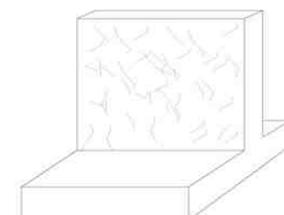

Fig.2: www.es.wikibooks.org
B.1. Proceso cuyo síntoma visible es una fisuración en mapa, que afecta a la superficie del hormigón, preferentemente en los alzados. Se manifiestan como un dibujo en forma de red o malla no regular de entre 5 y 10 cm. de lado. No siguen líneas determinadas sino que se ramifican y presentan sinuosidades debido a que aparecen cuando el hormigón no tiene prácticamente resistencia y han de adaptarse al contorno de los áridos a los cuales no pueden romper. Tienen una finura tal que, a veces, solo se las percibe después de cierto tiempo cuando se han llenado de suciedad o polvo. (Fig.2)